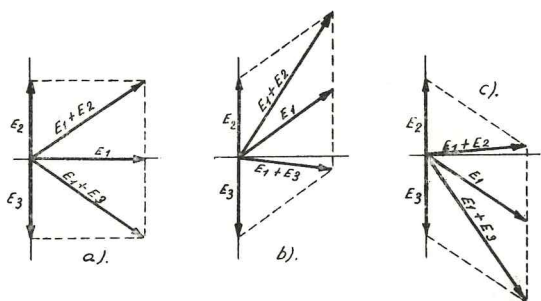

Fig. 15
Mientras no haya discrepancia en los valores de las dos frecuencias que comparamos, se mantendrá la simetría que hemos visto, y, por tanto, entre el extremo A de la resistencia de carga R2 y la extremidad opuesta a la otra, conectada a masa, no existirá diferencia de tensión alguna por contrarrestarse en la forma que hemos visto las dos que actúan. Pero tan pronto cambie la frecuencia del oscilador maestro —vamos a suponer que en el sentido de aumentar—, la fase de dicha oscilación también variará en la misma forma. Cuando esto ocurra, nos encontraremos [fig. 15, b)] que la tensión E1 habrá variado de posición, adelantándose, y, en consecuencia, perdida la simetría que hasta ahora existía, las tensiones compuestas  $E1 + E3$  y  $E1 + E2$  ya no serán iguales, ni tampoco iguales las dos corrientes rectificadas que circularán por las resistencias de carga. Habrá un predominio de la corriente que atraviesa las ramas superiores, por ser más intensa la tensión aplicada a su diodo, y al ser mayor la caída de tensión en R2 que en R3, el punto A de las resistencias de carga tendrá una polaridad positiva (1). Recíprocamente, si la frecuencia del oscilador maestro disminuye, la fase de E1 se retrasa, como puede verse en el apartado c) de la referida figura, y en el punto A aparece una tensión de sentido contrario a la de antes.